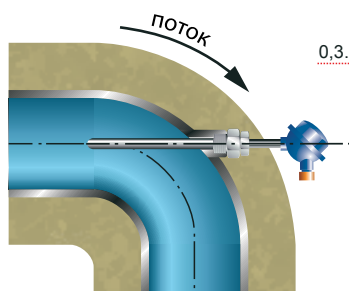

Рисунок 3 - Монтаж в колено трубы
*Для данных диаметров труб датчики необходимо монтировать в колено (рис. 3) или в расширение (рис. 4)